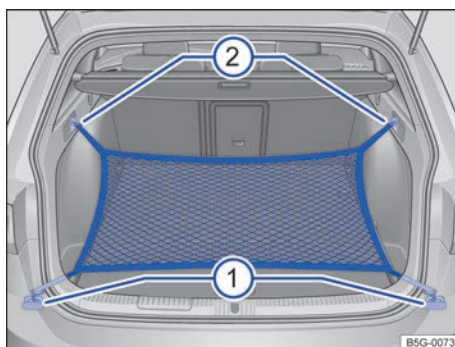

Fig. 173 En el maletero: argollas (1) y ganchos (2) para enganchar la bolsa de red.
- Fije los ganchos cortos de la bolsa en las argollas de amarre → fig. 173 ① → ⚠. La cremallera de la bolsa tiene que quedar hacia arriba.
- Fije las cintas en los ganchos para colgar bolsas ②.